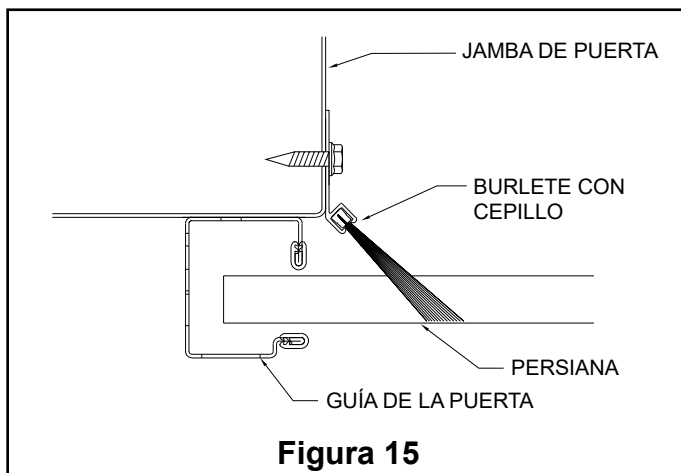

Figura 15
11.2 Cierre la puerta antes de instalar el burlete con cepillo. Coloque el burlete con cepillo de forma que toque la parte plana del interior de la persiana (véase la Figura 15). Asegure los burletes con cepillo a la jamba cada 12" con los sujetadores adecuados.